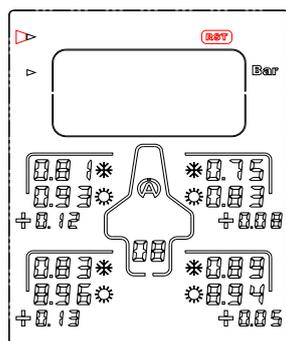

図 10
- 1) これらのボタンを使用して  , « RST »アイコンを選択して下さい。(図 10)